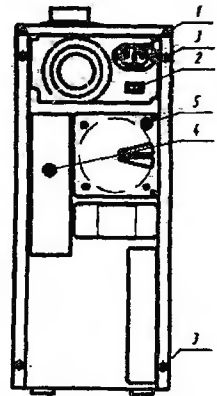

Рис.3
На задней стенке прибора (рис.3) расположены:
6.5. По окончании работы необходимо кнопкой включения-выключения (поз.1,рис.2) выключить прибор, перевести сетевой выключатель (поз.2,рис.3) в положение выключено, отсоединить сетевую вилку от розетки и ослабить крышку горловины питающего бака.
7.3. Заземлить прибор, соединив клемму заземления (поз.5 на рис. 3) на задней стенке прибора с шиной заземления медным проводом суммарным сечением жил не менее 1 мм².
7.5. Включить сетевой выключатель (поз.2,рис.3) и кнопку (поз.1,рис.2).
8.3.1. Отвинтить крепежные винты (поз.3,рис.3) и снять боковую стенку.